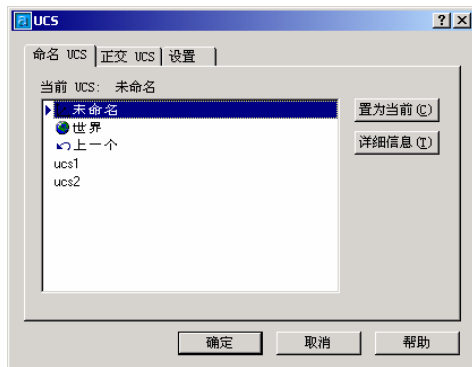

图 1-15 “命名 UCS”选项卡
(1) “UCS”对话框的“命名 UCS”选项卡如图 1-15 所示。
①在“当前 UCS”文本中，显示了当前 UCS 的名称，如果当前 UCS 还没有命名，则显示为“未命名”。
②在 UCS 名称列表中，显示了当前图形中所有命名的 UCS。如果当前 UCS 没有命名，则列表中显示“未命名”项表示当前 UCS。